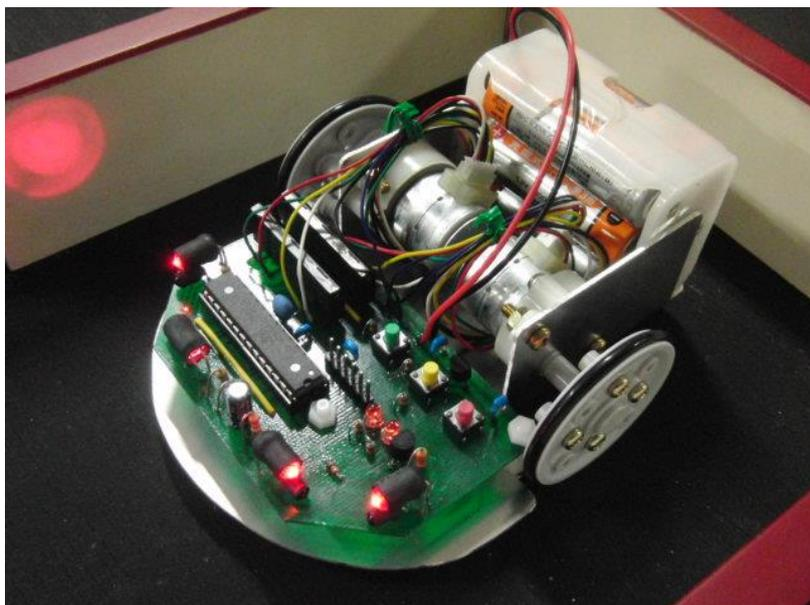

図6 開発したマイクロマウスの概観（写真は初期試作品）
- ・光センサの壁照射用の赤色 LED 1 から LED4 は A(アノード)側がプラス (電流が流入), K(カソード)側がマイナス (流出) になるようにする. フォトトランジスタ PT1 から PT4 は C(コレクタ)が+5V に接続され, E (エミッタ) 側が抵抗を介して GND に接続される. LED からの光が直接 PT に入らないように, それぞれ黒の熱収縮チューブで側面を覆うなどすること (図6の写真を参照). LED とフォトトランジスタが組になったフォトフレクタを用いる場合は, 極性によりそのままでは使用できない場合があるので注意が必要である.
書き込みが終わったら図面を元に本体の製作，モータの取り付け，タイヤ・ホイールの取り付け，基板の取り付けとモータへの配線を行う．最後に本体が水平になるように本体後部にスポンジとスベリ材で高さ調整をする．（図6参照）